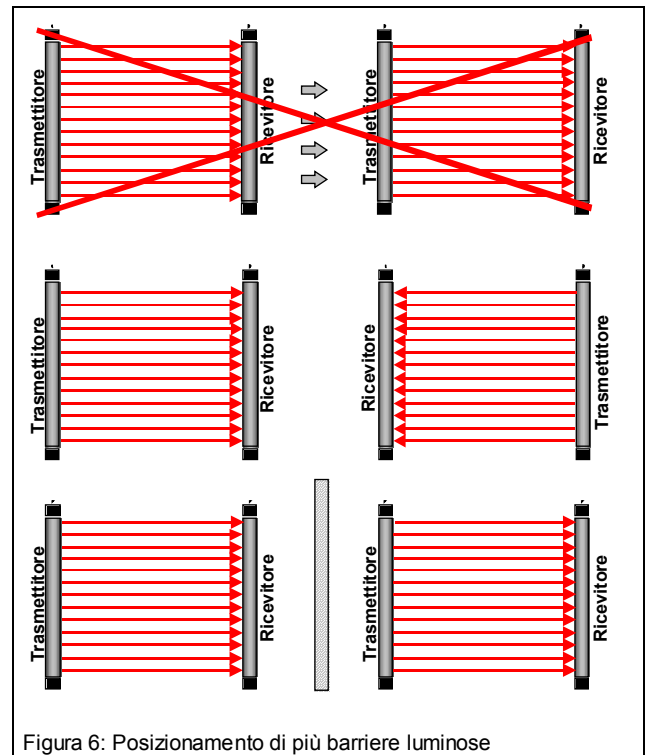

Figura 6: Posizionamento di più barriere luminose
- ☑ nell'eventualità di impiego di più barriere luminose una vicino all'altra, la luce di emissione non giunga al ricevitore di un altro sistema. In alcune circostanze è possibile che le barriere luminose si influenzino a vicenda. Pertanto negli ascensori dotati di porta-montacarichi, le barre di trasmissione e ricezione di entrambi gli accessi devono essere posizionate in modo alternato (figura 6).